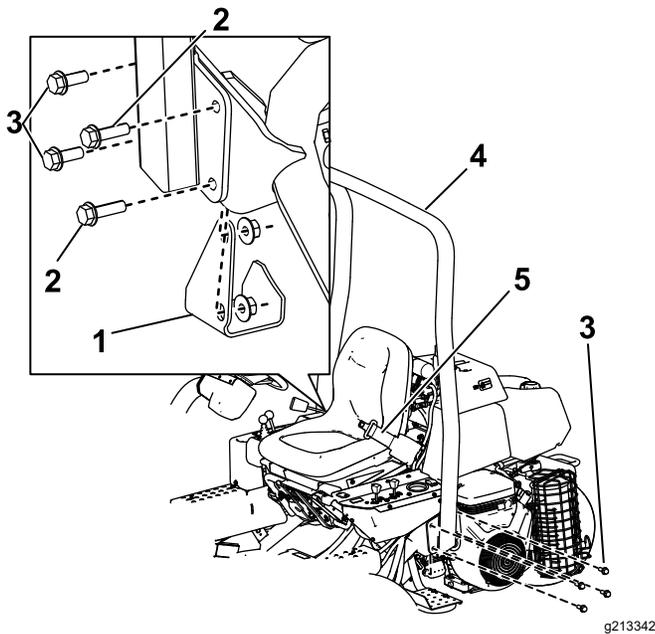

Figure 4
2. Abaissez l'arceau de sécurité (Figure 4) sur les supports de montage en alignant les trous de fixation.
3. Fixez le côté gauche de l'arceau de sécurité au support de montage avec 4 boulons (1/2 x 1 1/2") et contre-écrous (Figure 4).
(1/2" x 1 1/2"), 2 boulons (1/2" x 1 3/4"), 1 rondelle et des contre-écrous, comme montré à la Figure 4.